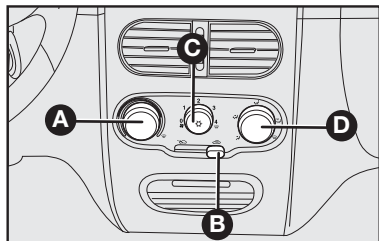

fig. 63
COMANDOS – fig. 63
1) Seletor para a temperatura do ar **A-fig. 63** totalmente posicionado à esquerda.
2) Seletor do ventilador **C-fig. 63** posicionado na velocidade máxima.
3) Seletor de distribuição do ar **D-fig. 63** apontado para ; controlar para que todas as saídas de ar estejam totalmente abertas.
4) Ligar o ar-condicionado apertando o seletor **C-fig. 63**.
çamento e ativar o condicionador, apertando o seletor **C**—fig. 63.
- 1) Condicionador de ar ligado: seletor **C**—fig. 63.
- 5) Recirculação do ar: desligada. Botão **B**—fig. 63.